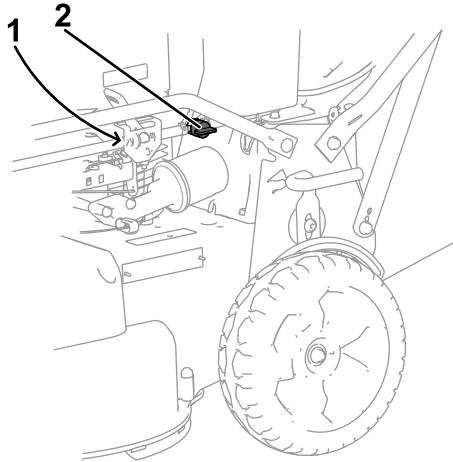

Bild 31
3. Schließen Sie den Kraftstoffhahn (Bild 31).
4. Lösen Sie die Schlauchklemmen um den Kraftstofffilter (Bild 31), um ihn von der Kraftstoffleitung zu entfernen.